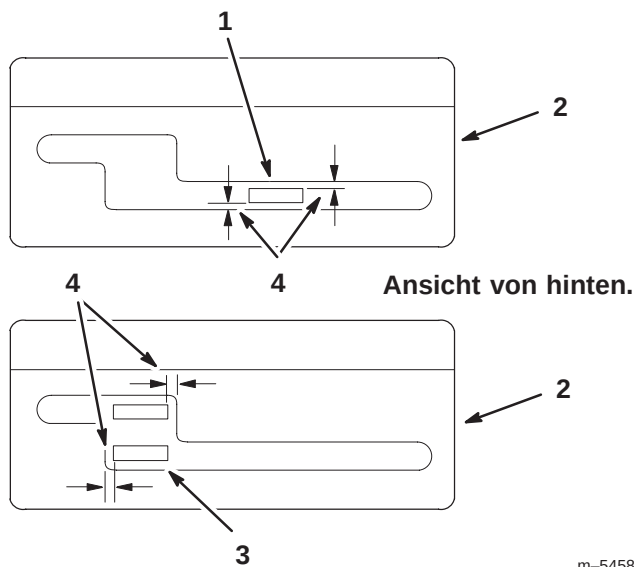

Bild 7
1. Legen Sie den 2. Gang ein und kontrollieren Sie die Flucht des Hebels im Schlitz der Ganghebelplatte. Der Abstand zwischen Ober- und Unterseite des Ganghebels muss gleich sein (Bild 7).
3. Legen Sie den Leerlauf ein und kontrollieren Sie die Flucht des Hebels im Schlitz der Ganghebelplatte. Der Abstand an den Seiten des Schalthebels muss gleich sein (Bild 7).